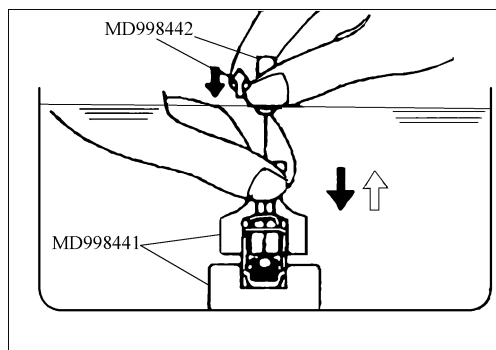

图 2-63 检测最大行程
18) 如图 2-63 所示，竖直液压挺柱使其柱塞在上端，稳定地向下移动柱塞，直到其达到最大行程，再慢慢返回柱塞，然后释放钢球，使压力腔内充满柴油。